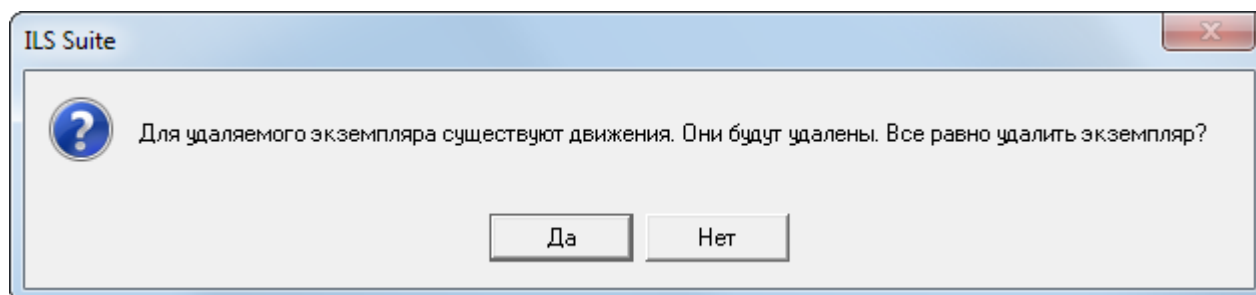

Рис. 20-20 – Диалоговое окно при наличии движения для экземпляра
7) Если для удаляемого экземпляра ФИ или входящих в него экземпляров ПКИ⁴⁹⁾ существуют движения, то появляется следующее диалоговое окно (рис. 20-20). При ответе «Да» экземпляр ФИ будет удален вместе с движениями.